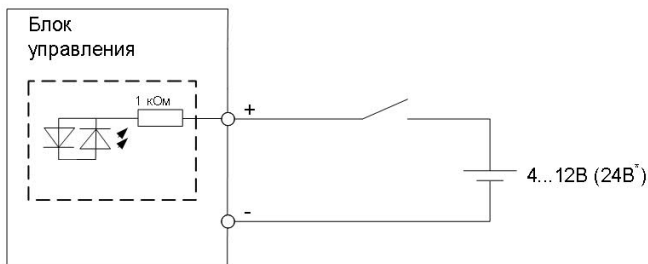

Рис. 2. Подключение входных сигналов 4...12В от внешнего контроллера.
- 3.2. Подключите источник сигналов «STEP», «DIR» и «EN» внешнего контроллера к блоку в соответствии с рис. 2 - 4.